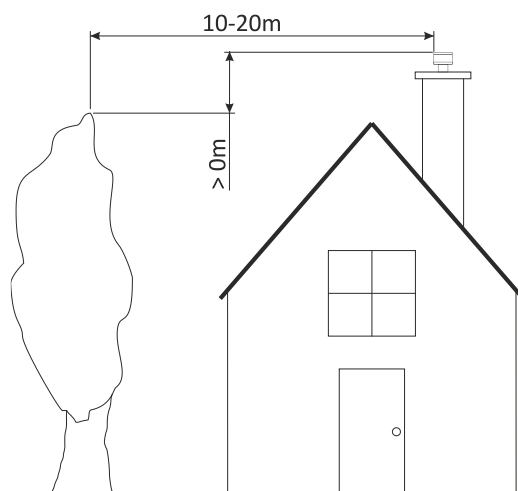

Afbeelding 10
- De bovenkant van de schoorsteen moet minstens één meter boven het hoogste deel (de nok) van het dak uitsteken. Deze eis geldt niet voor hellende daken met hoeken van 20° of meer, als het uiteinde van de schoorsteen zich op een horizontale afstand tot het dak bevindt van meer dan 2,5 meter, zoals in *Afbeelding 10*.